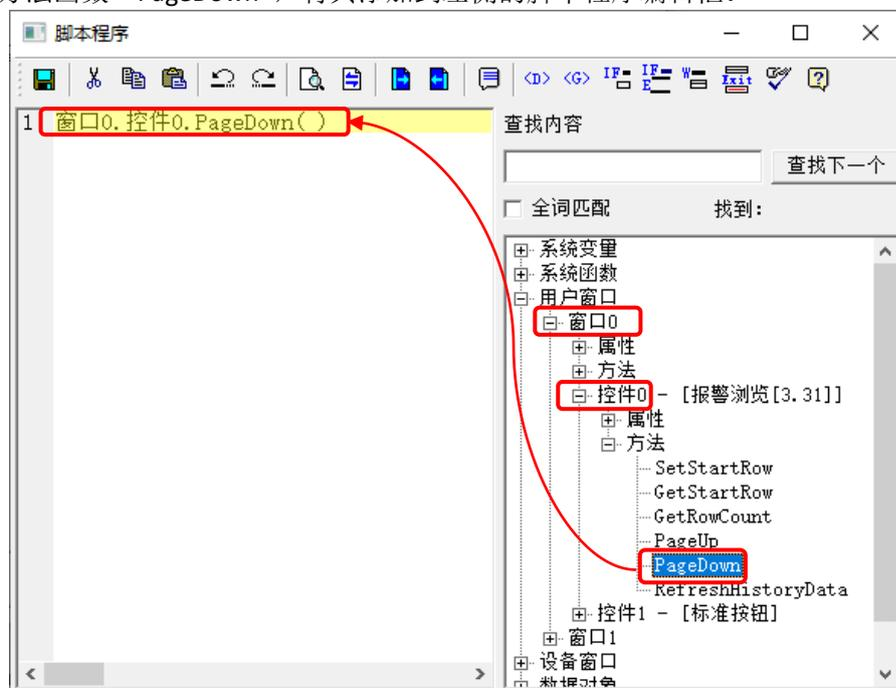

图 4.4-4 报警浏览构件方法函数
- ⑤ 点击图 4.4-3 中的“脚本程序”，进入脚本程序功能页 → 点击“打开脚本程序编辑器”。按照步骤 3 展示的构件名称和所在窗口名称，在图 4.4-4 右侧对象树依次展开“窗口 0” → “控件 0” → “方法”，双击方法函数“PageDown”，将其添加到左侧的脚本程序编辑框。